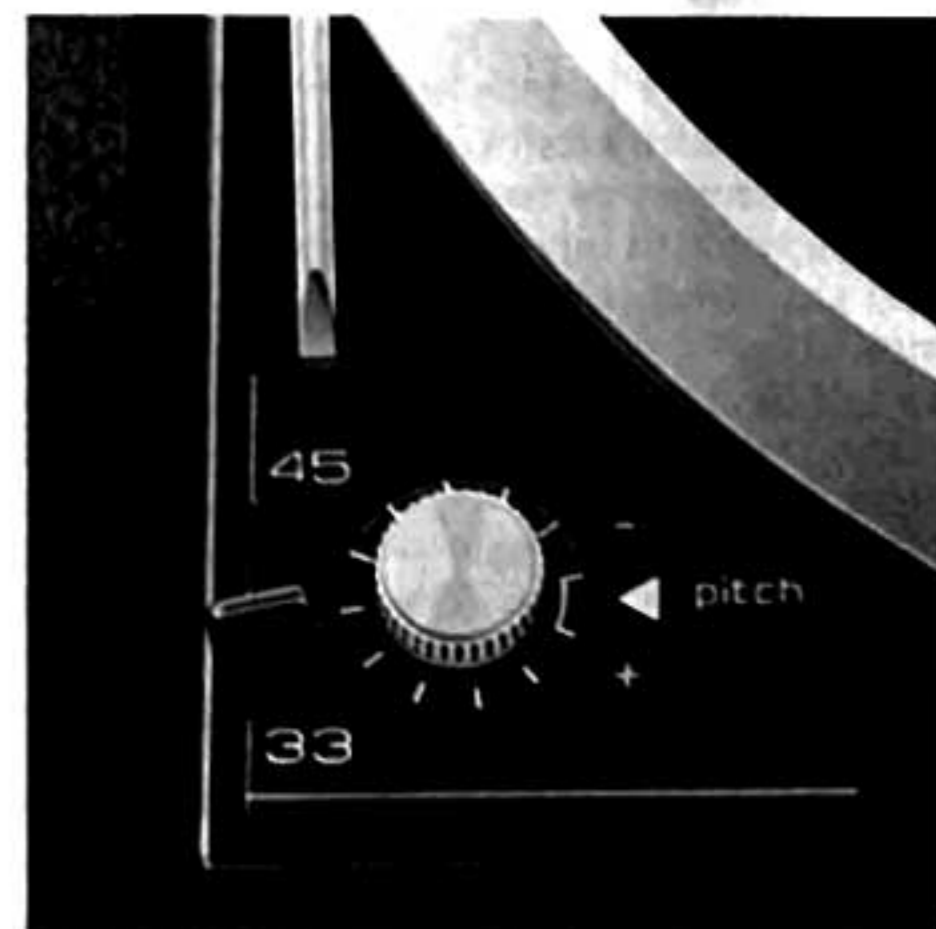

Fig. 14
Die Tonhöhenabstimmung ist richtig geeicht wenn bei exakt eingestellter Plattenteller-Drehzahl 33 1/3 U/min (Strichmarkierung der aufgelegten Stroboskopscheibe bleibt stehen) sich die Markierung am Drehknopf (3) innerhalb des Nullbereiches der Skala befindet (Fig. 14).
Le réglage de la hauteur du son est étalonné correctement, si, la vitesse 33 1/3 tr/min étant réglée exactement (les marques du disque stroboscopique restent immobiles), les marques sur le bouton de réglage (3) sont à la plage zéro de la graduation (Fig. 14).
Pitch control is correctly calibrated when with the platter speed set to exactly 33 1/3 rpm (lines on stroboscope disc appear to stand still) the marking on knob (3) is within the zero range of the scale (Fig. 14). Recalibration can, if necessary, be carried out as follows:
1. Set the speed control at 33 1/3 and the pitch control knob (3) to the middle of the zero area.
2. Using a screw driver turn adjustment screw (2) until the stroboscope disc markings remain stationary. If the markings run counterclockwise turn adjustment screw counterclockwise. If the markings run clockwise turn adjustment screw clockwise.
Voor de eerste ingebruikname of na vervoer van het apparaat wordt aangeraden de instelling van de toonhoogte-regeling te controleren. Deze is juist wanneer bij exact ingesteld toerental van 33 1/3 (de streepjesmarkering van de stroboscoop blijft schijnbaar stilstaan) de markering op de draaiknop (3) zich binnen het nulbereik van de schaal bevindt (Fig. 14).
Antes de la primera puesta en servicio o después del transporte del aparato se recomienda verificar el control de altura tonal. El control de altura tonal estará contrastado correctamente si al estar girando el plato a exactamente 33 1/3 rpm (la graduación del disco estroboscópico queda detenida), la marca del botón giratorio (3) queda dentro del margen cero de la escala (Fig. 14).
Före den första spelningen eller efter en transport av apparaten rekommenderas att fininställningen av varvtalet testas. Denna är riktigt kalibrerad när vid exakt inställt varvtal 33 1/3 v/min (streckmarkeringen på den pålagda stroboskopskivan står stilla), vredets markering befinner sig inom skalans nollområde (Fig. 14).
La taratura del dispositivo di regolazione fine è esatta quando, rilevando con lo stroboscopio che la velocità è perfettamente regolata su 33 1/3 g/min, il contrassegno della manopola (3) coincide col contrassegno sulla piastra (Fig. 14). Una taratura successiva viene effettuata come segue:
1. Avviare il giradischi a 33 1/3 g/min. e disporre la manopola (3) in posizione neutra (a meta).
2. Col cacciavite esagonale in dotazione, girare la vite di taratura (2) finché le tacche dello stroboscopio appaiono ferme. Se le tacche girano in senso antiorario, girare il cacciavite a destra, se girano in senso orario, girare il cacciavite a sinistra.